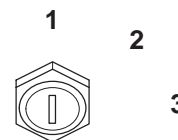

Bild 13
- Drehen Sie den Zündschlüssel auf AUS (Bild 13).